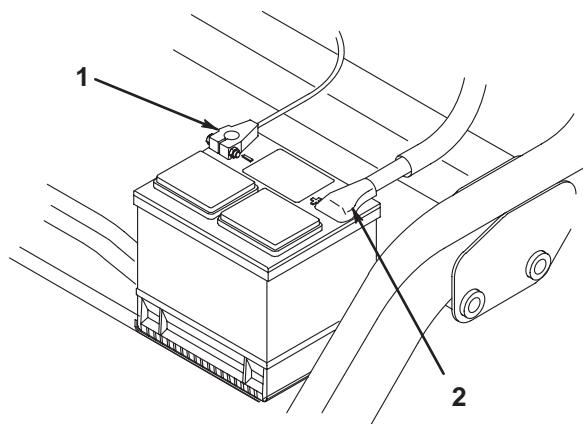

図 4
4. バッテリーの（+）端子に赤い（+）ケーブルを、（-）端子には黒いケーブルを接続し、それぞれキャップスクリュとナットで固定する（図4）。ショート防止のために（+）端子にはゴムキャップを被せておく。